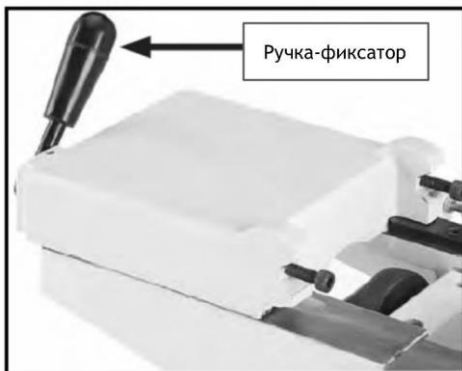

Рис. 11
20. С помощью прилагаемых двух саморезов М10 х 30 и двух плоских шайб диаметром 10 мм прикрепите направляющую к задней части фуганка, как показано на рис. 11.